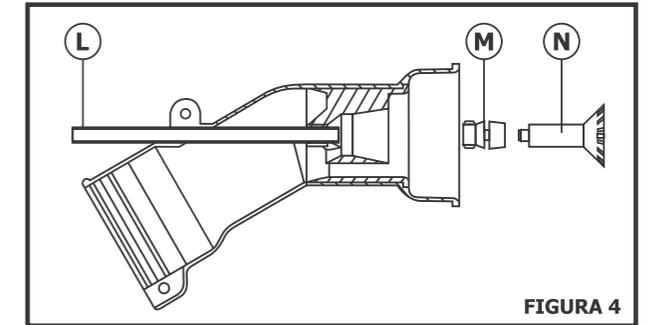

FIGURA 4
Pontas dosadoras de vazão (Figura 4): Para alterar a vazão do bocal, utilize as pontas (M) dosadoras codificadas por cores que acompanham o equipamento. Para substituí-la, empurre o injetor (L) totalmente para frente e gire manualmente a ponta dosadora (M) até desrosqueá-la totalmente. Escolha e coloque a ponta com a vazão desejada, retornando em seguida totalmente para trás o tubo injetor (L).
4.4 ALARGADOR DO CONE DE ATOMIZAÇÃO (N):
Utilizando o alargador (N), haverá um sensível aumento do diâmetro do cone de atomização, mas tanto a velocidade de saída do ar quanto o alcance do jato diminuirão de intensidade. Para utilizá-lo basta rosquear (manualmente) o alargador na ponta dosadora (M) conforme figura 4.